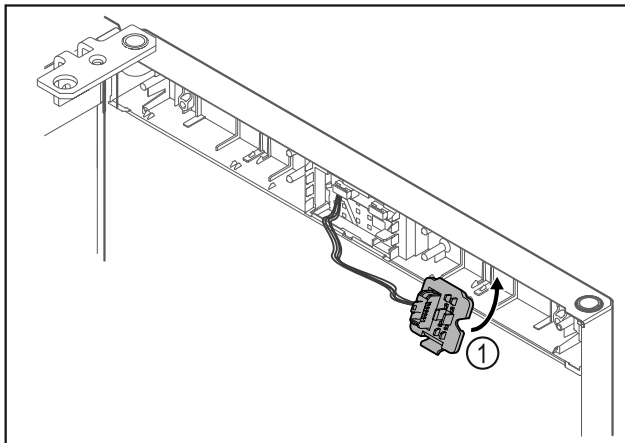

Fig. 14
- Clipser le support de connecteur Fig. 14 (1) du côté opposé.*